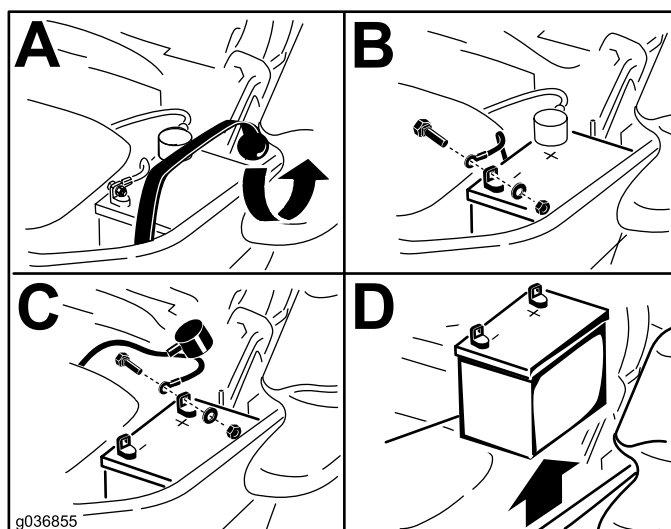

Figure 67
3. Retirez la batterie, comme montré à la Figure 67.
4. Fixez les câbles avec 2 boulons, 2 rondelles et 2 contre-écrous (Figure 67).
6. Fixez la batterie en place à l'aide de la sangle en caoutchouc (Figure 67).
1. Placez la batterie dans son support en tournant les bornes à l'opposé du réservoir hydraulique (Figure 67).